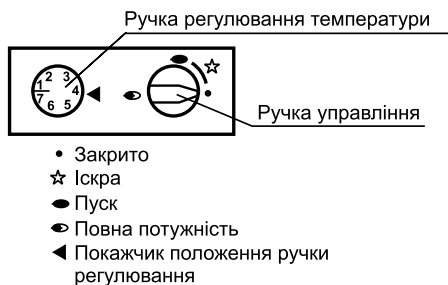

Рисунок 2. Елементи управління газового клапану Mertik Maxitrol.
6.2.7. Пуск котла АОГВ-7П/ПВ, АОГВ-10П/ПВ, АОГВ-12,5П/ПВ, АОГВ-16П/ПВ, обладнаного газовим клапаном Mertik Maxitrol (рис.2):